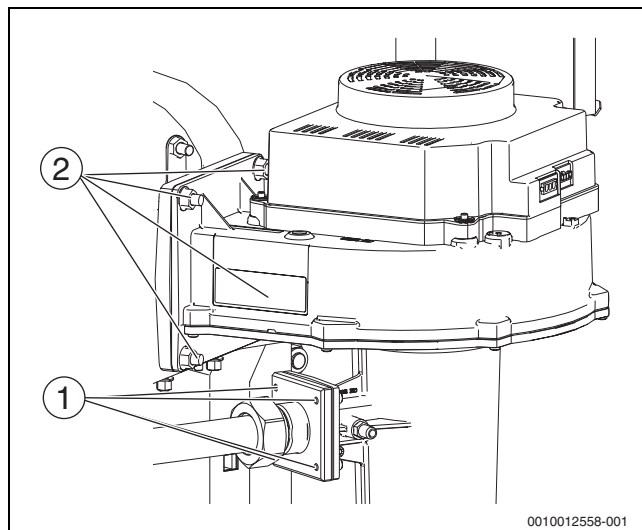

Bild 65 Gebläse ausbauen (Kesselgröße 200-300 kW)
- ▶ Gemischflansch durch Entfernen der 4 Muttern am Venturi abschrauben (→Bild 65, [1]).
- ▶ 4 Sechskant-Muttern am Gemischkrümmer entfernen (→Bild 65).
- ▶ Gebläse durch Entfernen der 4 Muttern am Gemischkrümmer abschrauben (→Bild 65, [2]).